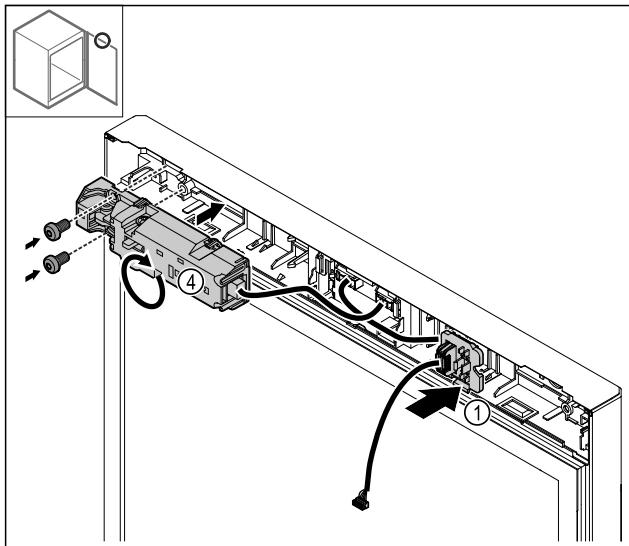

Fig. 28
- ▶ Фиксирайте държача на щекера *Fig. 28 (1)* от противоположната страна.
- ▶ Завъртете електрическата ключалка *Fig. 28 (4)* на 180° и я закрепете на противоположната страна.